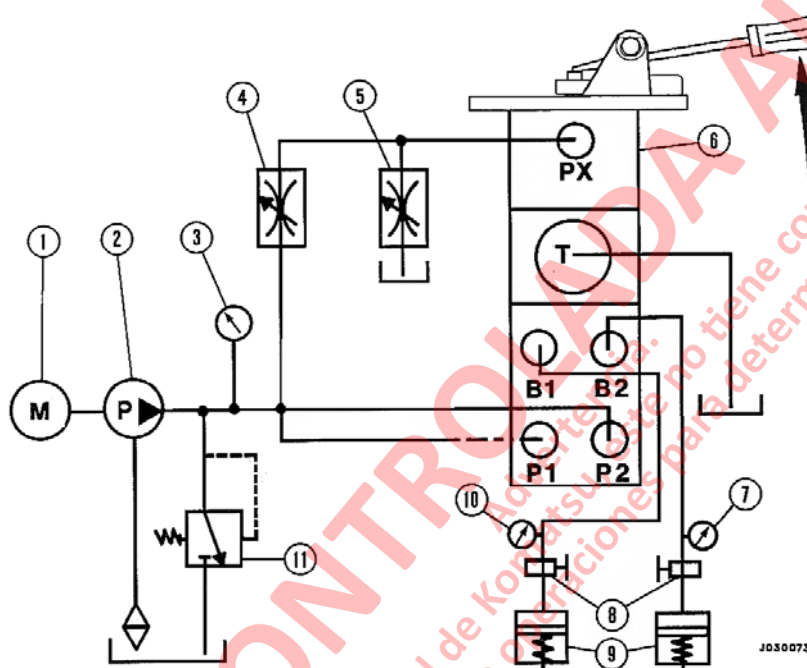

FIGURA 3-10. PREPARACION DEL BANCO DE PRUEBA
- Soporte de prueba hidráulica. Consulte la Figura 3-10.
1. Coloque la válvula en el aparato para permitir que los émbolos se activen con la mano usando una palanca. Consulte la Figura 3-10.
5. Asegure las lumbreras de salida regulada "B1" y "B2" a las líneas de prueba. Los aparatos de monitoreo de presión en estas dos líneas deben tener una capacidad de 20.680 kPa (3000 psi). Conecte todas las lumbreras de acuerdo al diagrama que aparece en la Figura 3-10. Se deben usar y conectar todas las lumbreras.
6. Encienda la bomba hidráulica y regule la presión de salida a 18.960 kPa (2750 psi) del indicador de presión (3). Los indicadores de presión (7) y (10) deben marcar cero.
2. Tomando un destornillador o una barra de palanca y colocándolo bajo el pasador de pivote y sobre el conjunto del émbolo roscado, cada circuito puede accionarse en forma individual. Consulte la Figura 3-10.